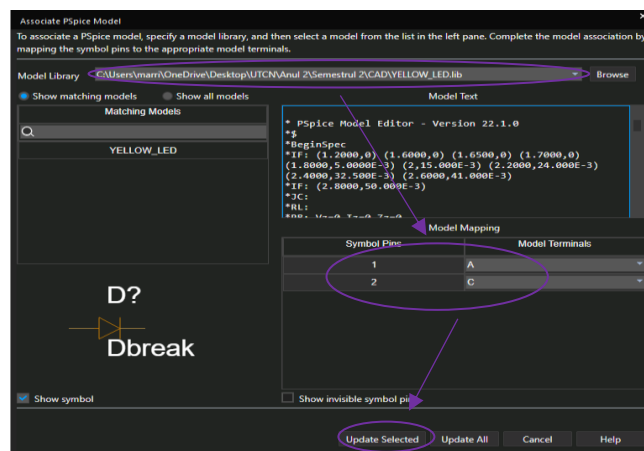

Figura 21. Associate PSpice Model
- În schema electrică a proiectului din OrCAD voi introduce o diodă **Dbreak** și cu click dreapta și click pe *Associate PSpice Model* voi asocia modelul realizat în PSpice Model Editor diodei plasată anterior pe schemă. Asociem catodul și anodul pinilor diodei după cum se observă în Figura 21.